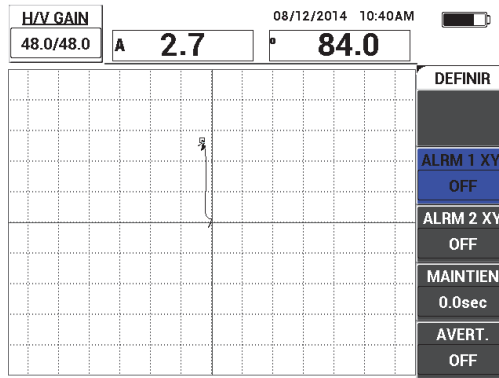

Figure 6-31 Réglage de la position du point
- Levez la sonde pour observer le mouvement du point. Si le point disparaît de l'écran, appuyez sur la touche **GAIN (dB)**, et puis utilisez la molette pour régler la position du point de manière à ce qu'il reste à l'écran (voir la Figure 6-31 à la page 157).